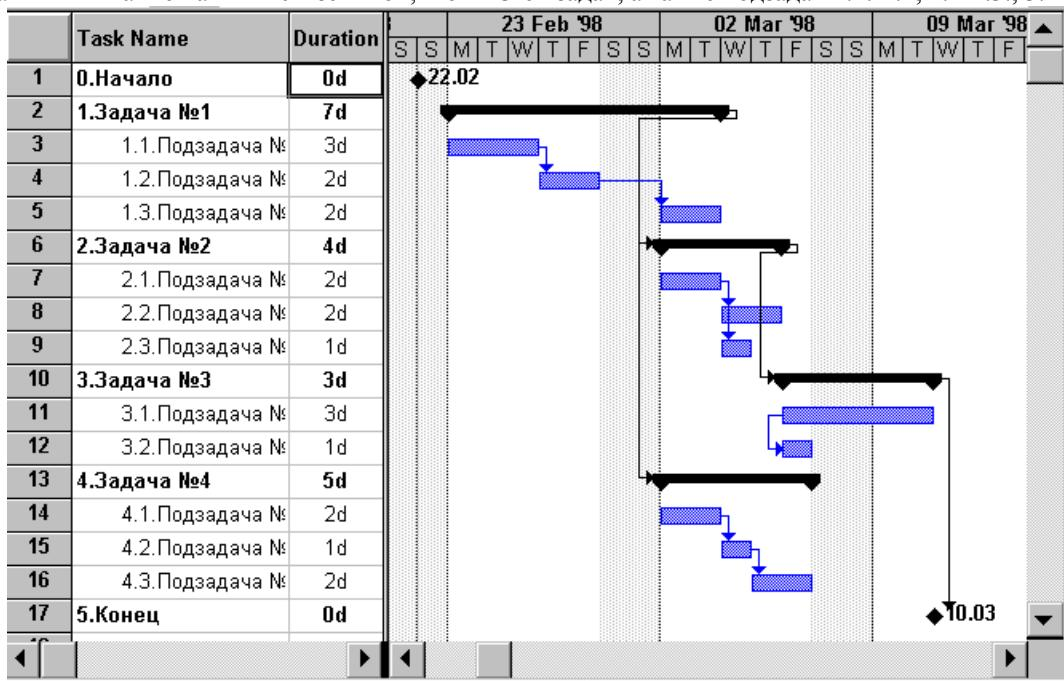

Рис.4.1.
1.1. Создать расписание проекта, содержащее 6 задач, где две задачи (Начало и Конец) - «вехи», а четыре оставшиеся состоят из нескольких подзадач каждая, как показано на Рис.4.1.
1.1.1. Установить для задач и подзадач создаваемого расписания связи как показано на Рис.4.1.